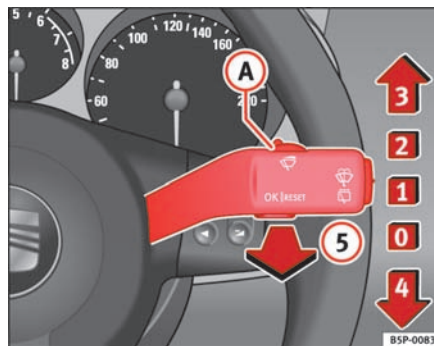

Fig. 83 Betjeningsarm til viskere og sprinklere
Betjeningsarmen til viskerne ⇒ fig. 83 kan stå i følgende positioner:
- Hvis bilen standser, når trin ② ⇒ side 114, fig. 83 eller ③ er valgt, skiftes der automatisk ned til næste lavere trin. Kører bilen igen, skiftes der automatisk tilbage til det indstillede viskertrin.